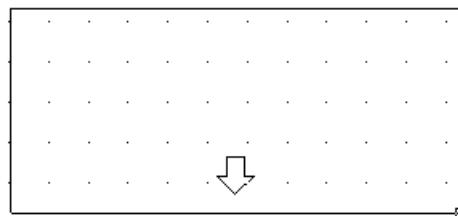

Рис. 32
- Растигивайте рамку слева направо сверху вниз (рис. 32).